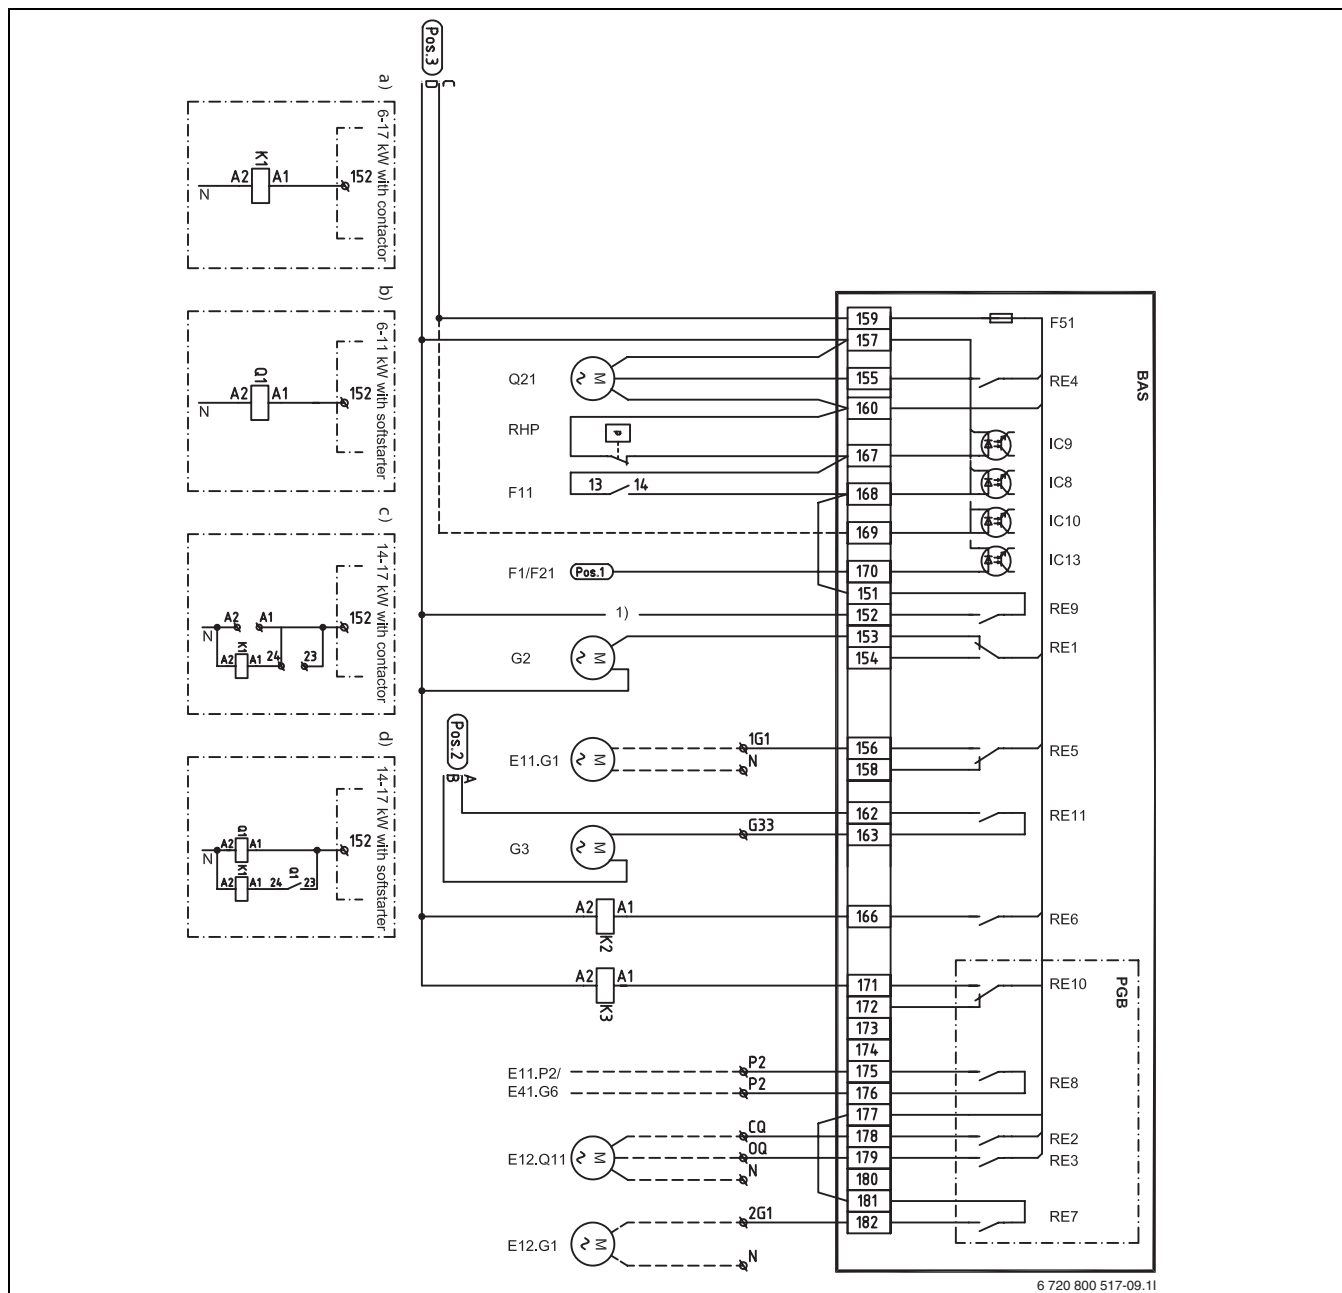

Bild 42 Komplettschema anslutningar (230V)
4. Kontrollera inkopplingen enligt elschema (→ Bild 41) (→ Bild 42).
- ▶ Kontrollera att kraftkablarna är monterade i följande ordning: L1 Svart, L2 Brun, L3 Grå (→ Bild 41) (→ Bild 42).
- ▶ Kontrollera inkopplingen enligt elschema (→ Bild 42).